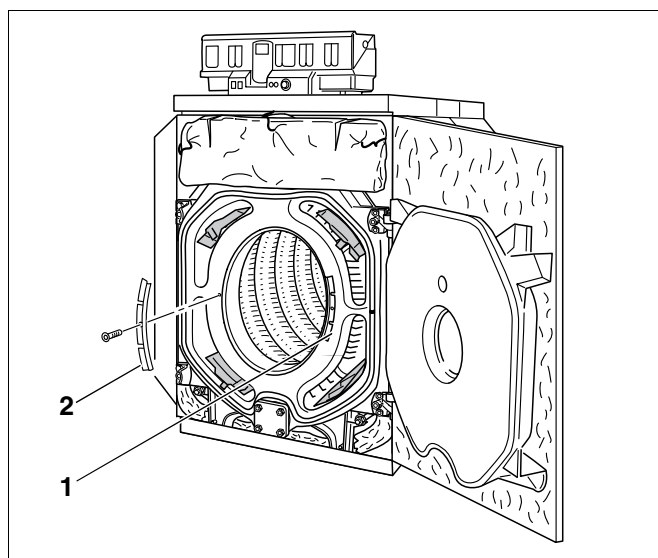
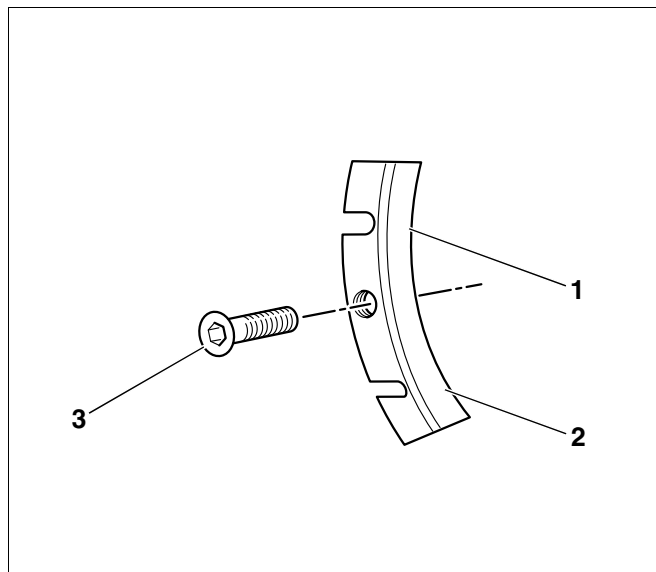

Рис. 68 Расположение стопорных пластин дымовых газов
Рис. 69 Стопорная пластина дымовых газов
- Открутите болты на стопорных пластинах дымовых газов и удалите стопорные пластины, расположенные слева и справа (рис. 68, поз. 1 и 2).
- Открутите болты (рис. 69, поз. 3) на стопорных пластинах дымовых газов и удалите стопорные пластины, расположенные слева и справа (рис. 68, поз. 1 и 2).
- Уложите стопорные пластины на какую-нибудь подставку вырезами (рис. 69, поз. 1 и 2) вниз. Молотком обрубите один сегмент правой и левой стопорных пластин дымовых газов.